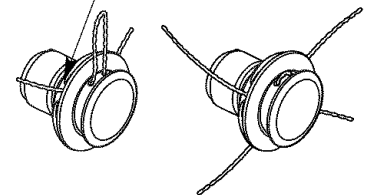

Fig. 17
5. Empuje y/o tire de la línea de modo que ésta se ajuste al cabezal central y quede completamente extendida a través de los túneles de colocación (Fig. 17)